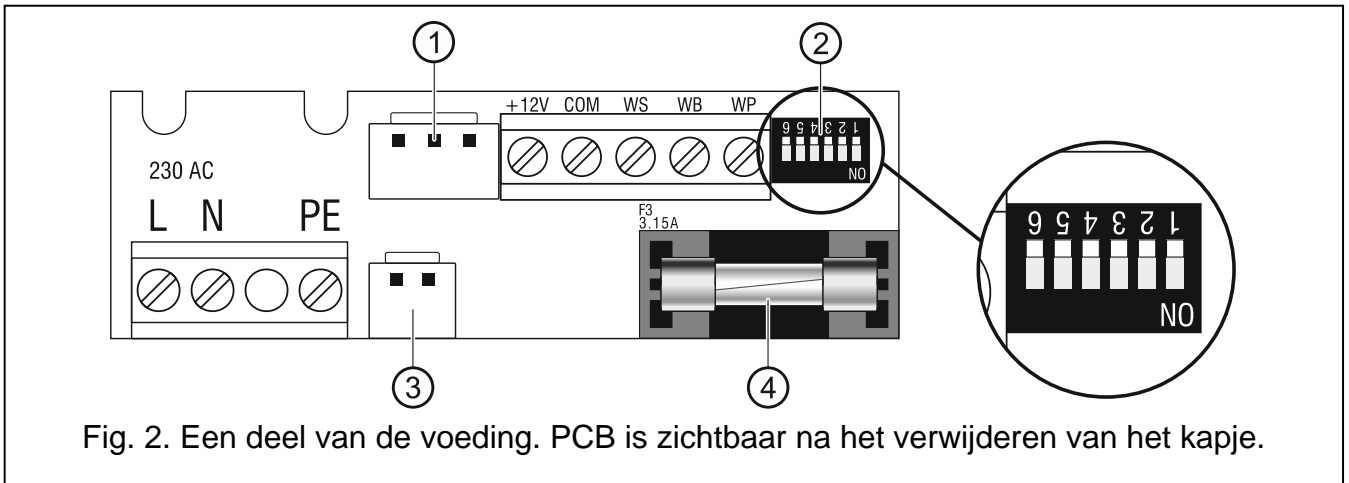

Fig. 2. Een deel van de voeding. PCB is zichtbaar na het verwijderen van het kapje.
Uitleg voor Fig. 2:
4. Indien de voeding aangesloten wordt op een apparaat met een speciale aansluiting hiervoor, dan dient de speciale kabel op de aansluiting met nr. ① in Fig. 2 aangesloten te worden.
7. Sluit de accu kabels aan, aangeduid met nr. ③ in Fig. 2.